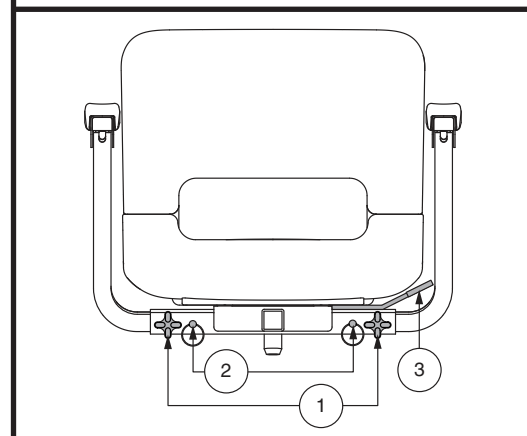

Figure 23. Réglage du siège
Le levier de rotation est situé sur le côté droit de la base du siège et le bloque dans plusieurs positions. Voir la figure 23.
1. Desserrez les boutons de réglage. Voir la figure 23.